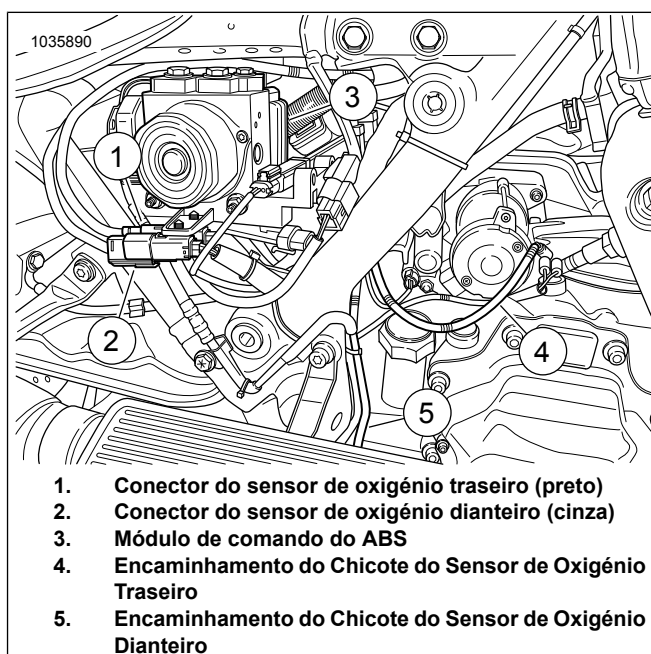

Figura 16. Orientação da cablagem do sensor do ATM
16. Ver Figura 16. Sensor de oxigénio dianteiro (5, fio longo do chicote):
- A partir do sensor traseiro, encaminhar e fixar o chicote do sensor de oxigénio ao longo da parte superior da transmissão (4). Instale as abraçadeiras conforme necessário.